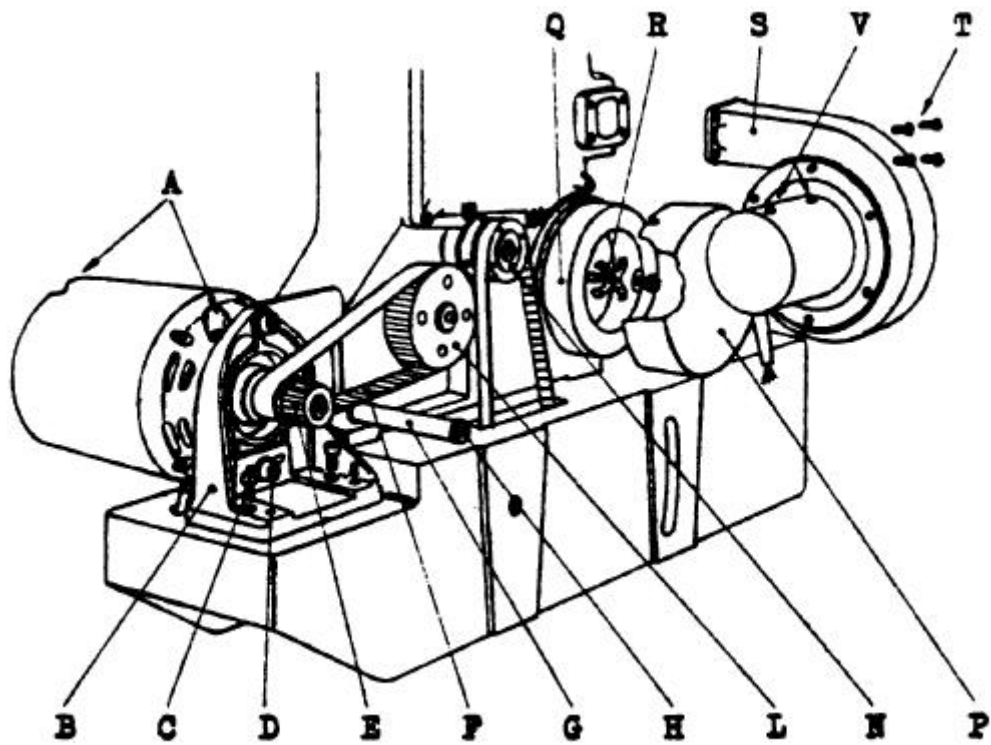

FIG. 8
Per fare ciò rimuovere il tappo dell'olio (fig. 8 el. H) al termine del tubo di estensione (fig. 8 el. G).
- nel motore del proiettore (fig. 8 el. A);
- nel motore del raffreddamento (fig. 8 el. V)